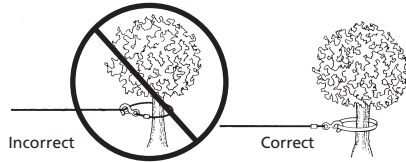

Figure 3
9. N'ACROCHEZ JAMAIS LE CÂBLE SUR LUI-MÊME. Vous pourriez l'endommager. Utilisez une élingue en nylon (Fig. 3)